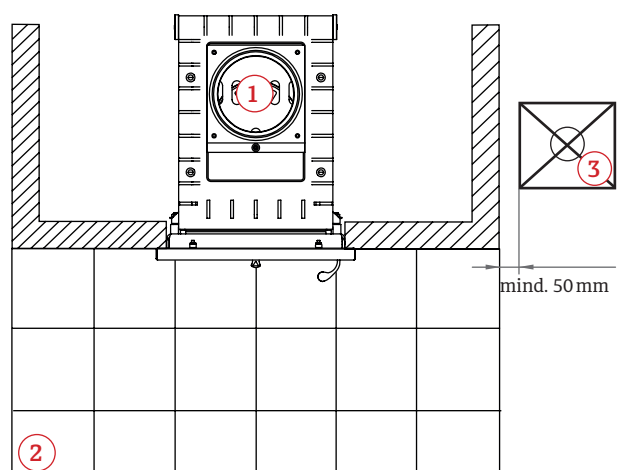

Abb.:3
- Von den freien Außenflächen der Verkleidung zum Aufstellraum müssen mindestens 50 mm Abstand zu brennbaren Baustoffen („Abb.:3“) oder brennbaren Bestandteilen und zu Einbaumöbeln gehalten werden.